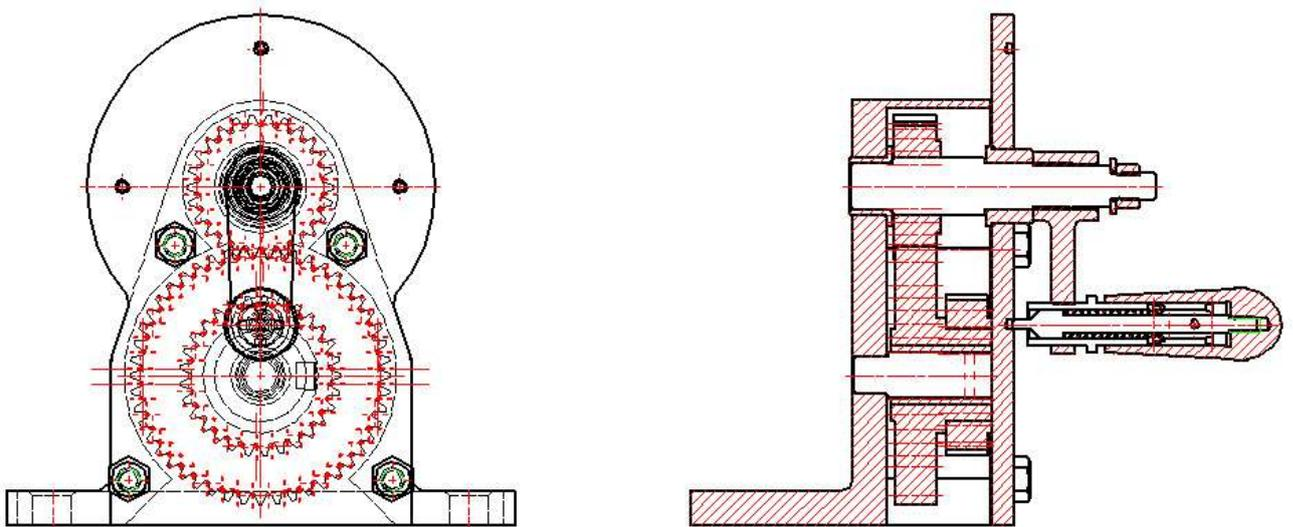

Рис. 60
**Расчет масс-инерционных характеристик.** После того как сборка узла закончена, можно вычислить его общие масс-инерционные характеристики. Точность расчета характеристик узла определяется введенным значением погрешности. Тип материала может быть разным для каждого компонента узла. Сложность узла не влияет на точность получаемой информации. Вызов функции вычисления масс-инерционных характеристик узла осуществляется из меню **Узел** ⇒ **Анализ** ⇒ **Масс-характеристики** (рис. 60).